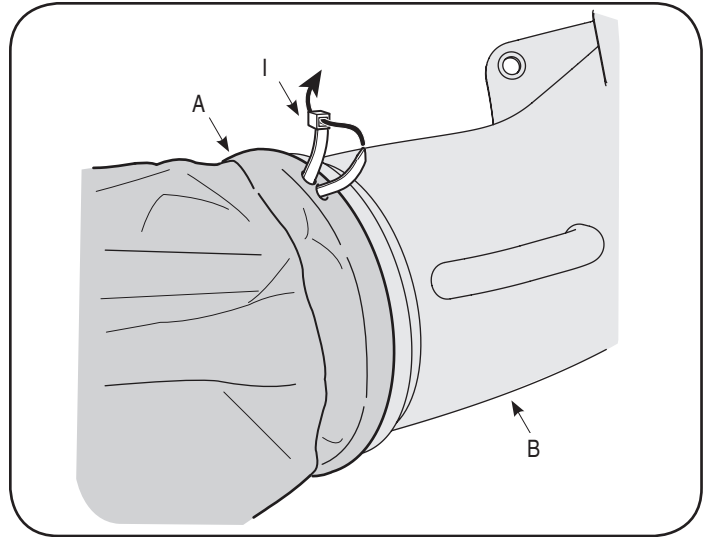

Figura 7
1. Coloque la bolsa de recolección [A] sobre el conjunto del canal [B], Figura 7.
2. Use la unión de cable [I] para sujetar la bolsa al conjunto del canal insertando la unión de cable en el orificio de la bolsa y empujándola para que pase. Verifique que el cable esté en posición de manera que sujete la bolsa alrededor de la ranura dentada (sobre la brida) del canal, Figura 7. Ajuste bien tirante el cable con las pinzas.